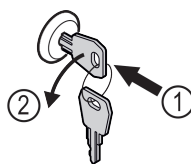

Fig. 206
- Klíč zasuňte dovnitř. Fig. 206 (1)
- Otáčejte klíčem o 90° proti směru hodinových ručiček. Fig. 206 (2)